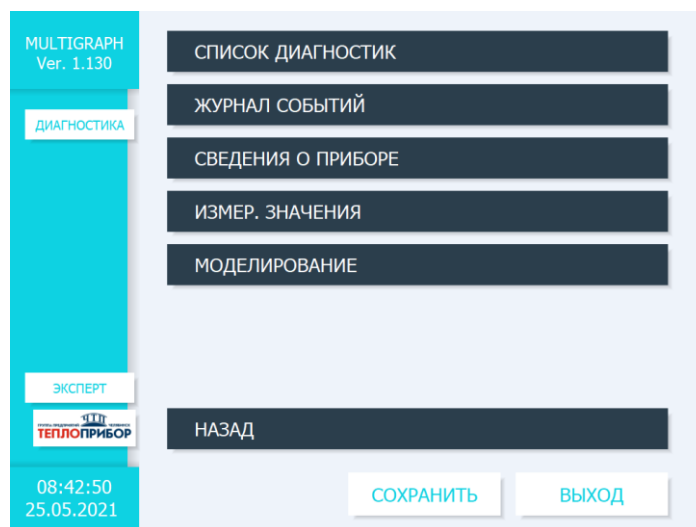

Рисунок 2.61 – Диагностика
2.4.4.3 Подраздел «ДИАГНОСТИКА» необходим для просмотра диагностической и служебной информации, для возможности просмотра всех видов диагностик (рис. 2.61) необходимо зайти в режим «ЭКСПЕРТ».